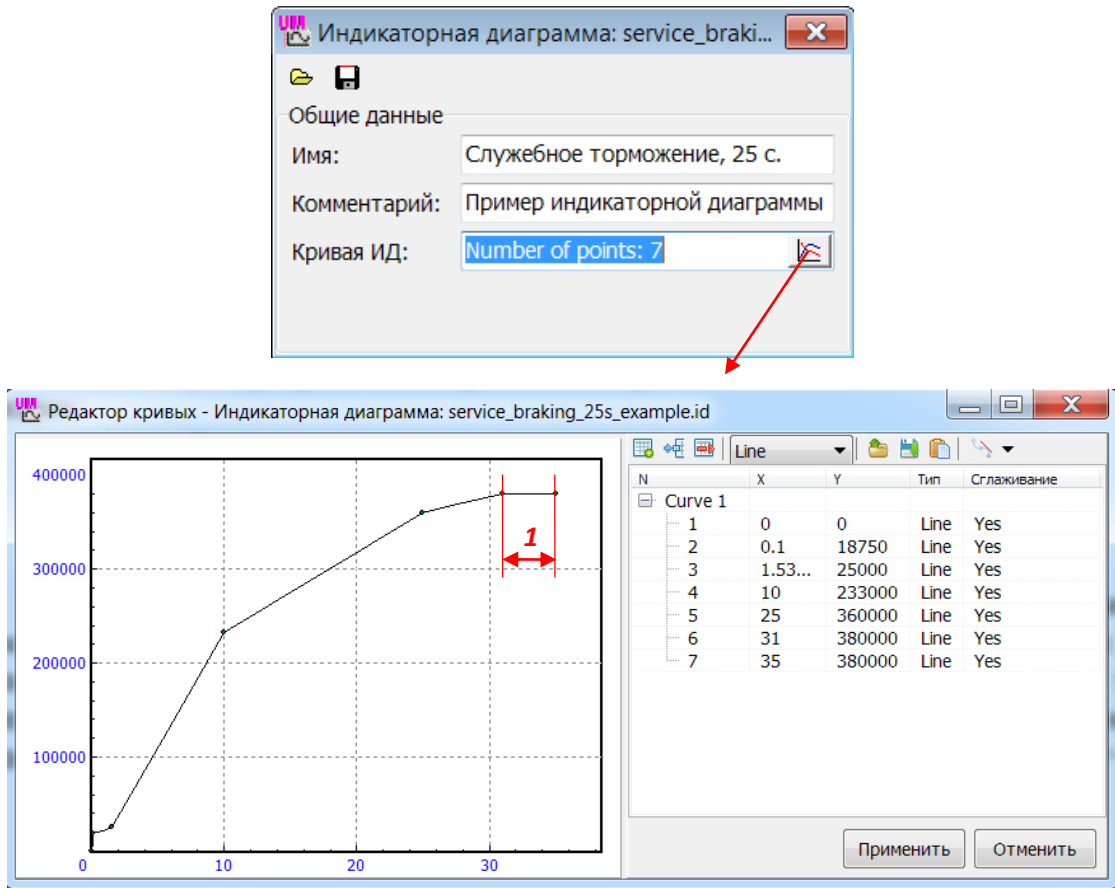

Рис. 15.24. Задание индикаторной диаграммы торможения
Индикаторная диаграмма изменения давления в тормозном цилиндре задается при помощи специального инструмента, вызываемого из пункта меню **Инструменты | Поезд | Индикаторная диаграмма...** или кнопки  на панели инструментов, рис. 15.24.
**Важно!** Индикаторные диаграммы торможения должны быть монотонно возрастающими функциями, то есть для  $t_1 < t_2, p(t_1) \leq p(t_2)$ , рис. 15.24. При этом последний участок диаграммы, задающий максимальное давление, должен быть параллелен абсциссе (для любого  $t, p(t) = p_{\max}$  – участок 1 на рис. 15.24).